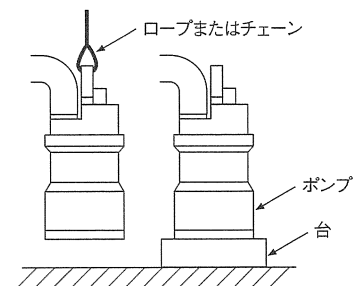

図3
- (1) 運転ならびに据付時はケーブルを絶対に引っ張らないでください。取手または取手にロープを取り付けて行ってください。
- (2) ポンプはなるべく立置でご使用ください。土砂の流入が多い場合や、ストレーナが埋没するような土砂の場合は、ポンプを強固なロープまたは、チェーンで吊るすか台の上にポンプを置いてください。（図3）
- (3) 土砂の多い場所で連続過水運転を行いますと、ポンプが短期間に摩耗することがあります。水の集まりやすい場所を選んでお使いください。
- (4) 配管および据付時にポンプを壁などにぶつけたり落とさないようにしてください。
- (5) 配管末端は水中に入れないでください。ポンプを停止したとき逆流します。
- (6) ケーブルは車のタイヤ等で踏まないように設置してください。
- (7) 排水槽はコンクリートのカス、紙、布、ビニール等が残らないように十分清掃してください。
- (8) 吐出し用配管はポンプ径と同径のものを使用してください。ポンプ口径より小さい配管を使用しますと配管による損失水頭が増大し吐出し量が減少します。またポンプ口径より大きい配管を使用しますと配管内に土砂などが溜まり、土砂詰まりの原因となりますのでご注意ください。